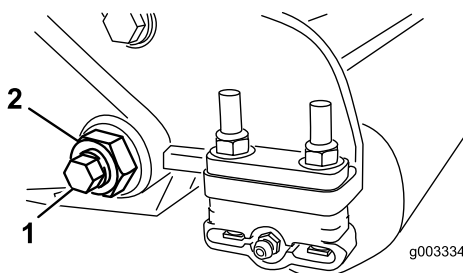

Figura 29
- Desaperte a porca de bloqueio que segura a cavilha da barra de apoio, em cada um dos lados da máquina (Figura 29).